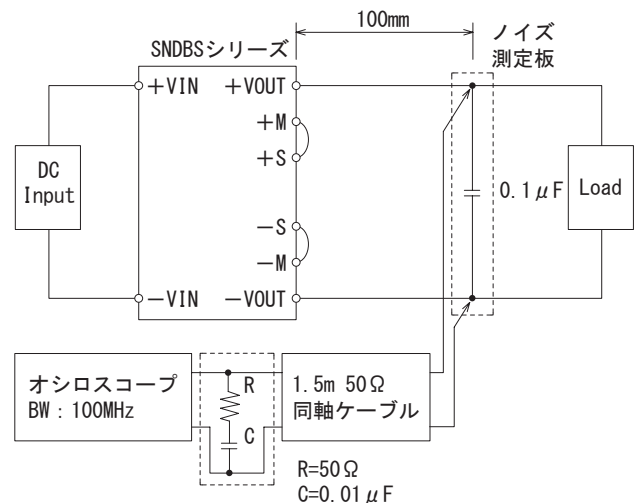

図3.5 リップル・リップルノイズ測定方法
- リップルおよびリップルノイズは、図3.5に規定する方法で測定した値です。